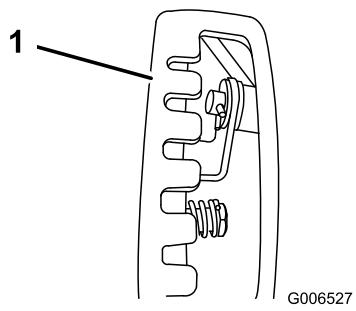

Figura 13
**Nota:** Per agevolare il montaggio, guardate attraverso l'apertura del selettore di velocità (Figura 13).